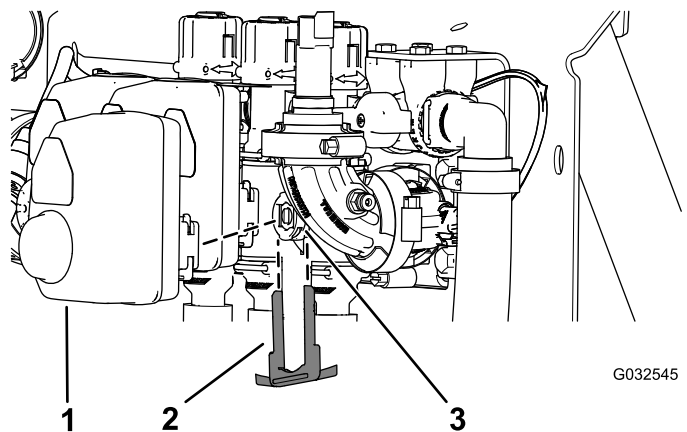

Figure 117
2. Retirez l'étrier qui fixe l'actionneur à la vanne de section de rampe ou la vanne d'agitation sur le collecteur (Figure 117).